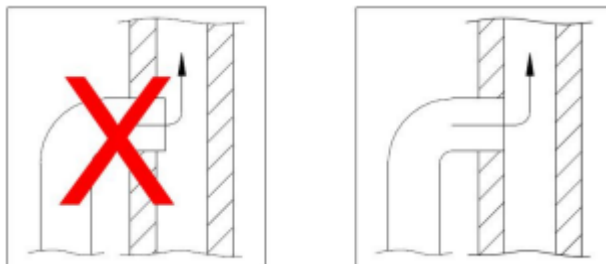

Fig. 5
- Bij het aansluiten van de bakstenen door de schoorsteen, sluit u de rookpijp aan op de schoorsteen en bevestigt u de rookpijp bij de interne opening van de schoorsteen. De rookpijp mag niet door de schoorsteenopening zelf gaan en moet gelijk liggen met de binnenkant van de schoorsteenpijp. Zoals weergegeven in fig. 5, moet de verbinding tussen het bakstenen metselwerk en de rookpijp worden afgedicht met brandwerend materiaal of vuurvaste lagen.